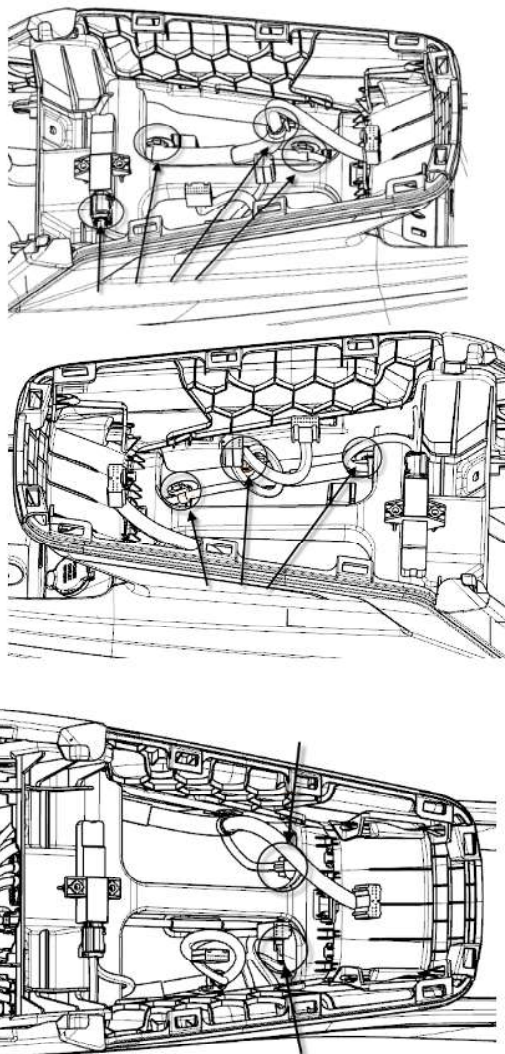

图 1-27 线束端子位置
(3) 拆卸下探测天线、备用电源、USB 的线束端子, 以及线束卡在副仪表板本体上的卡扣, 副仪表板本体沿 X 向, 向车后移动, 再将副仪表板后端旋转抬起绕过地板上金属安装支架即可取出副仪表, 完成拆卸。(各位置如下图 1-27 所示)